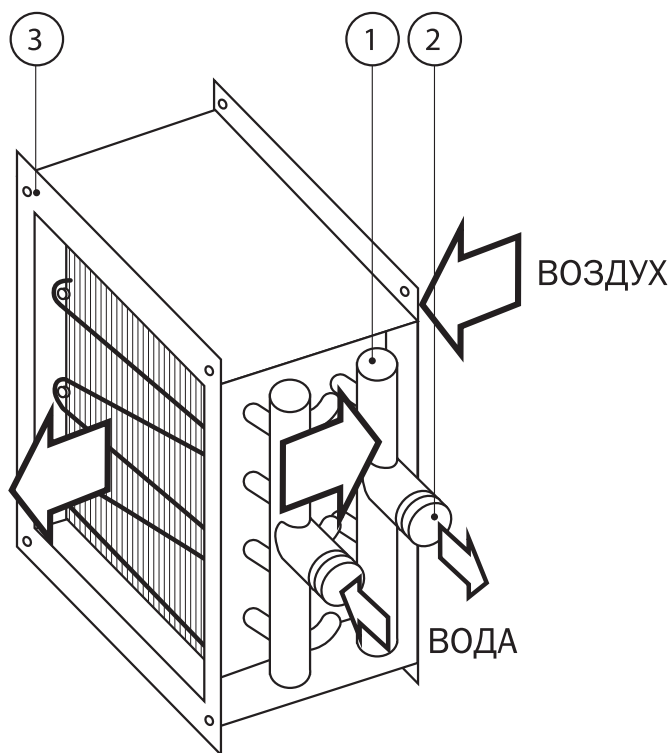

Рисунок 24. Используемые датчики температуры
Для защиты теплообменника от замерзания рекомендуется установить погружной или накладной датчик температуры воды (погружной датчик устанавливается вместо пробки на выходном коллекторе (1 на рис. 24), накладной непосредственно на патрубке выхода воды (2)) и капиллярный термостат (устанавливается снаружи, трубки датчика растягивается на выходном окне теплообменника (3)).